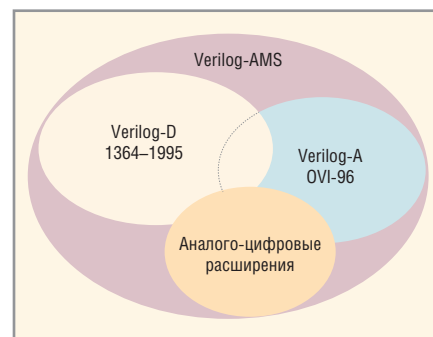

Рис. 1. Семейство языков Verilog
- расширения обоих языков для смешанного моделирования (см. рис. 1).